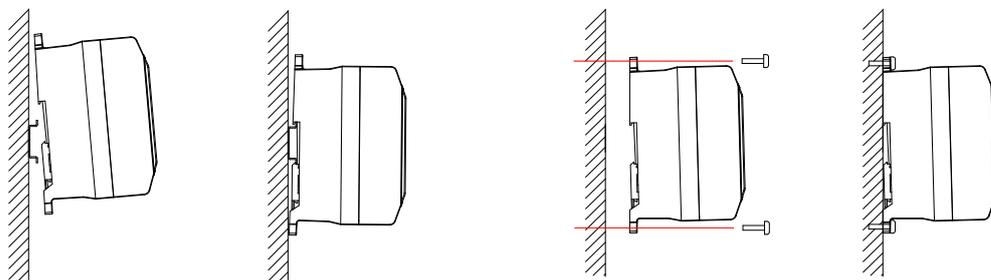

图 1-2
- (2) 安装: 安全栅可以直接安装于宽度为 35mm 的标准 DIN 导轨, 如所示。在不具备导轨安装条件时, 可以通过上下两个安装孔, 使用 M4 螺钉或 ST4.2 自攻螺钉 (可选配塑料膨胀管) 进行安装, 如图 1-2 所示。